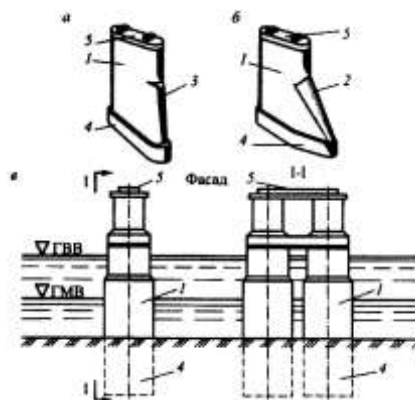

Рис. 46. Виды опор
**Текст задания:** Какие виды опор показаны на рис. 46? Перечислите их элементы и материал изготовления.